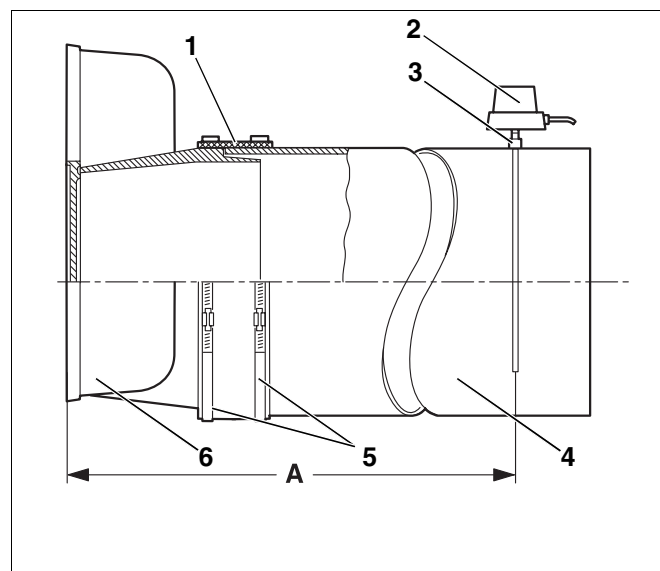

Abb. 59 Abgasrohr montieren
Wir empfehlen Ihnen, eine Abgasrohr-Abdichtmanschette (Abb. 59, **Pos. 1**) zu verwenden.
- Abgasrohr (Abb. 59, **Pos. 4**) bis zum Anschlag auf den Stutzen des Abgassammlers (Abb. 59, **Pos. 6**) stecken.
- Abgasrohr-Abdichtmanschette (Abb. 59, **Pos. 1**) oben überlappend um das Abgasrohr (Abb. 59, **Pos. 4**) und den Stutzen des Abgassammlers (Abb. 59, **Pos. 6**) legen.
- Schneckengewindeschellen (Abb. 59, **Pos. 5**) über die Abgasrohr-Abdichtmanschette (Abb. 59, **Pos. 1**) legen. Eine der Schneckengewindeschellen (Abb. 59, **Pos. 5**) auf den Stutzen des Abgassammlers (Abb. 59, **Pos. 6**) und eine auf das Abgasrohr (Abb. 59, **Pos. 4**) drücken.
- Schneckengewindeschellen (Abb. 59, **Pos. 5**) anziehen. Die Abgasrohr-Abdichtmanschette (Abb. 59, **Pos. 1**) muss glatt und eng anliegen.
- Muffe (Abb. 59, **Pos. 3**) in einem Abstand von $2 \times$ Abgasrohrdurchmesser (A) von dem Abgassammler (Abb. 59, **Pos. 6**) entfernt in das Abgasrohr (Abb. 59, **Pos. 4**) einschweißen.
- Abgastemperaturfühler (Abb. 59, **Pos. 2**) entsprechend gesonderter Montageanweisung montieren.